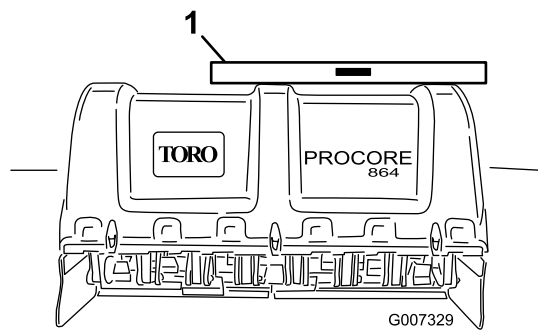

Figura 15
2. Collocate una livella sul telaio dell'arieggiatore e verificate che la macchina sia livellata da un lato all'altro (Figura 15).